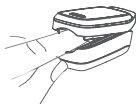

Abbildung 6
3. Führen Sie den Finger wie in Abb. 6 dargestellt, vollständig ein.